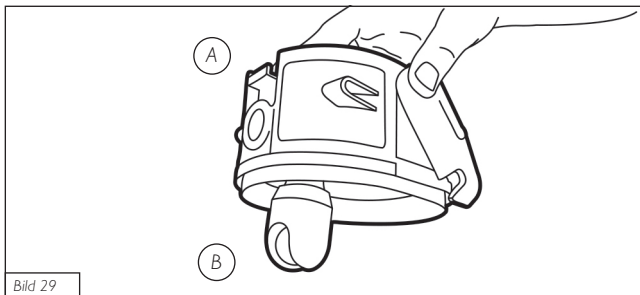

Bild 29
2. Ta bort kulan före utförandet av följande rengöringsinstruktioner (bild 29(B)).
6. Du kan autoklavera den återanvändbara uppsamlingsbehållaren under 20 minuter vid 121 °C, skjut i detta fall fram överflytnadsskyddet (bild 29(B)).
7. Fäst överströmningsskyddet efter autoklivering med hänsyn till lockets öppningsriktning (bild 29(B)).
8. Sätt tillbaka kulan i enlighet med bild 29 igen.